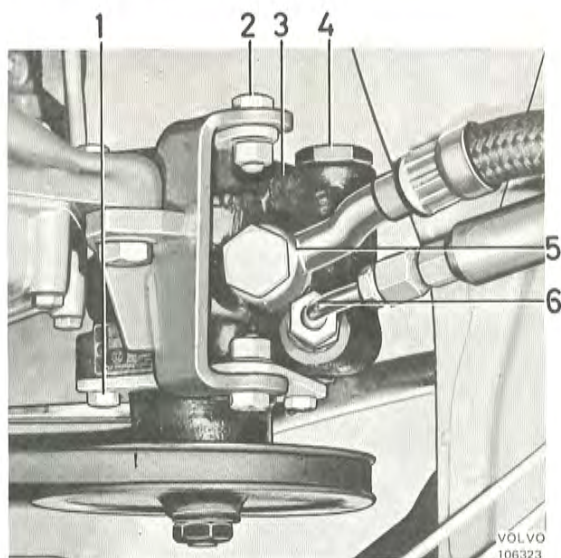

Bild 111. Servopump, monterad
1. Tvätta rent kring anslutningarna (5 och 6 bild 111).
2. Lossa sugledningen (5) och samla upp den uttrinnande oljan.
2. Montera fästskruvar och övriga detaljer, jämför bild 111. Spänn drivremmen så att den kan tryckas in cirka 5 mm på mitten. Dra åt skruvar och anslutningar.
5. Ta bort låsringen (5) vid drivändan.
6. Pressa försiktigt ut axeln (4).
7. Tryck ut plattan (14) ur huset. Därvid följer eventuellt kvarsittande mellanstycke med.
8. Skruva ur proppen (23) och skaka ur fjäder (26) och kolv (27).